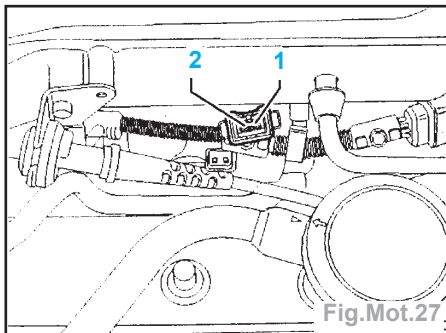

Fig.Mot.27
- Brancher la lampe-témoin à diodes sur le contact 1 de la fiche de l'injecteur à contrôler et sur la masse (Fig.Mot.27).